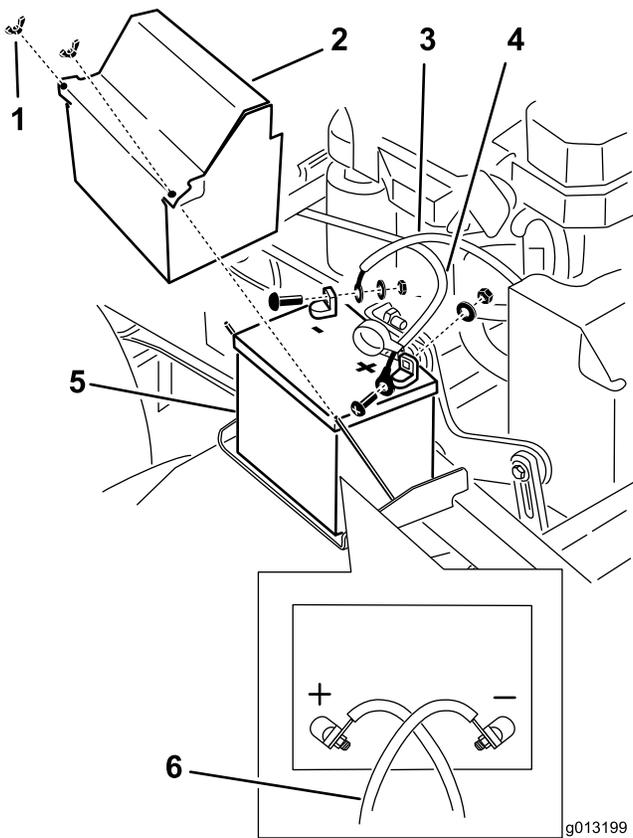

図 53
3. バッテリーのマイナス（-）端子からマイナスバッテリー・ケーブルを外す（図 53）。
4. プラス端子（赤）についている赤いゴムカバーを取り外す。そして、赤いプラス（+）ケーブルを取り外す（図 53）。
5. バッテリー押さえプレートを外し（図 53）、バッテリーを取り出す。
1. バッテリーを車体に載せる（図 53）。
3. まず、バッテリーのプラス（赤）ケーブルをプラス（+）端子に、ナットとワッシャとボルトを使って取り付ける（図 53）。ゴムカバーをかぶせる。
4. 次に、バッテリーのマイナスケーブルとアースワイヤを、マイナス（-）端子に、ナットとワッシャとボルトを使って取り付ける（図 53）。
**注** バッテリーケーブルが互いに交差する配置となるのが正しい接続である（図 53）。